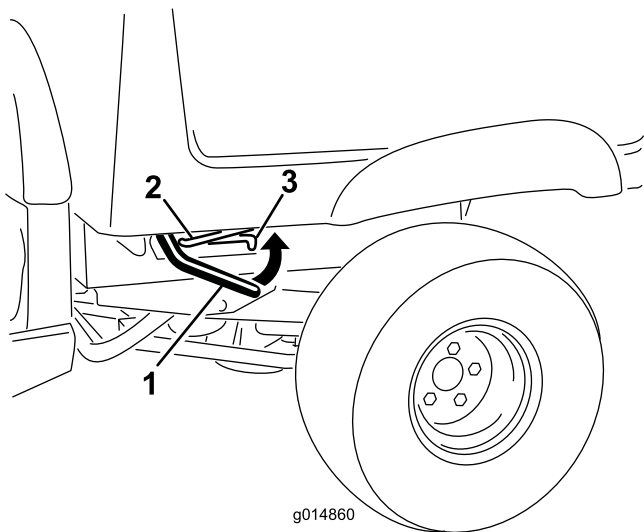

图 13
1. 在货斗的任意一侧拉控制杆然后升起货斗图 13。
1. 提起门锁控制杆轻微升起货斗图 13。